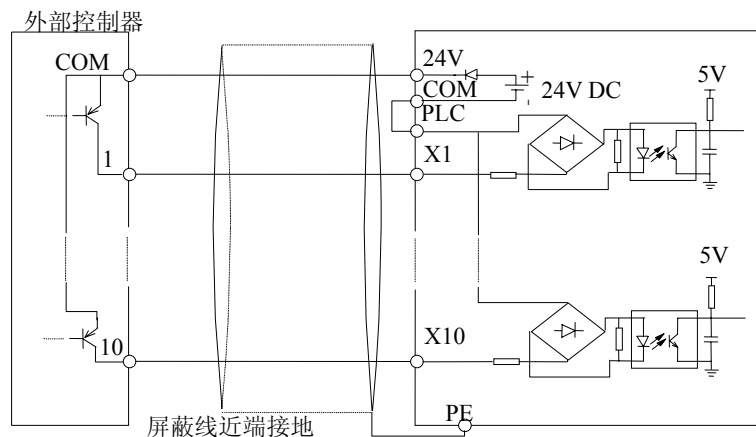

图 2-23 使用变频器内部+24V电源的漏极连接方式（S2R4GB~3004GB仅有X1~X5）
- 2) 使用变频器内部+24V电源，外部控制器为PNP型的共发射极输出的连接方式（注意：去除内部PLC与24V短接跳线JP1），如图2-23所示。